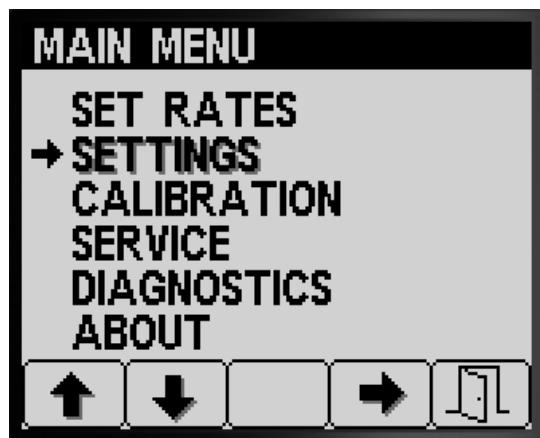

Figura 10
1. Para aceder ao ecrã DEFINIÇÕES, prima o botão 2 no ecrã MENU PRINCIPAL para navegar para a opção Definições (Figura 10).
2. Prima o botão 4 para seleccionar o submenu DEFINIÇÕES (Figura 10).